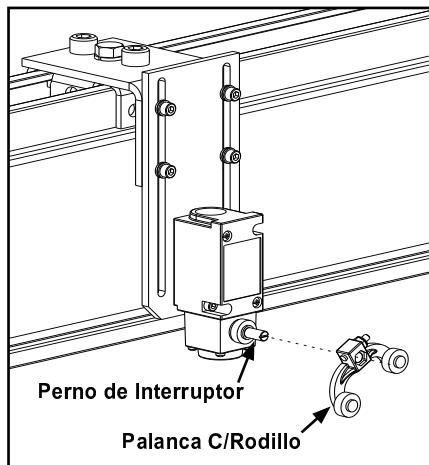

Figura 3-130
- Paso 2. Alinee palanca con rodillo del interruptor límite. No apriete palanca en perno, ajustes se harán en pasos posteriores Vea Figura 3-130.